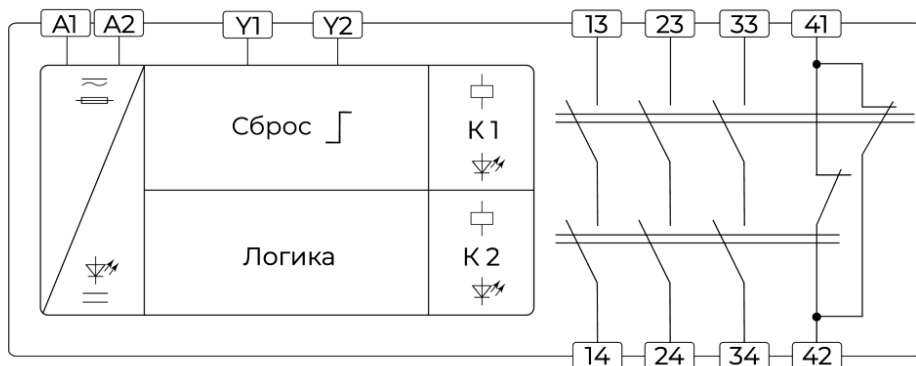
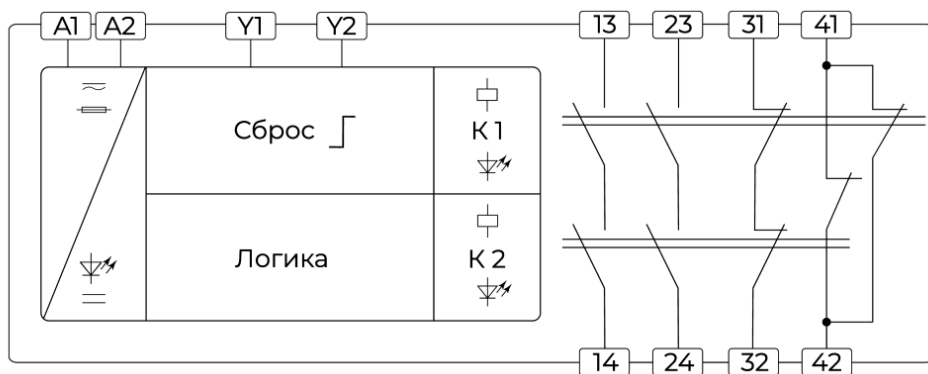

Рисунок 2 – Структурная схема РБ1-31-АР
Рисунок 3 – Структурная схема РБ1-22-АР
3.11 Структурная схема РБ1 представлена на рис.2 и рис.3.